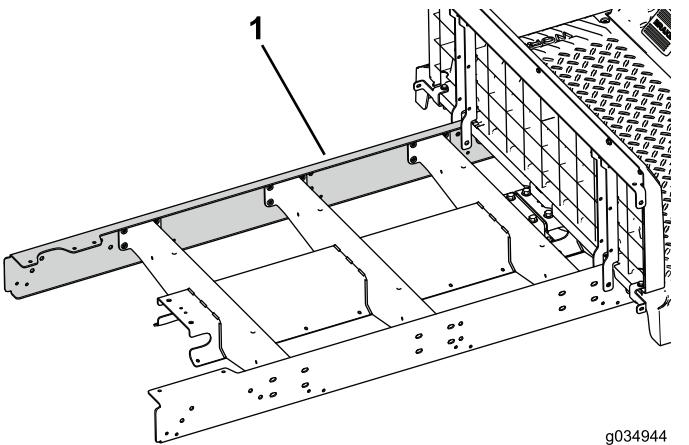

Figure 25
5. Fixez légèrement le longeron d'extension du côté gauche de la machine (Figure 25).